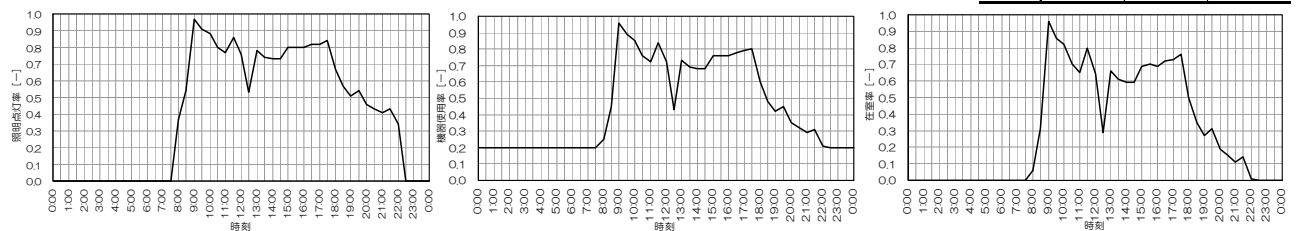

図1. 内部発熱スケジュール*1,*2,*3
□BESTの講習会のテキスト*1で使用している、事務所ビルでの内部発熱のスケジュールを図1に示します。これは実際の事務所ビルにおける調査結果を参考に設定したものです。